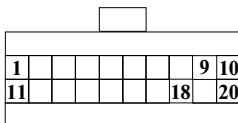

Рис. 5
**Внимание!** Если на автомобиле не установлен иммобилайзер АПС-4, то необходимо ввести перемычку между контактами "9" и "18" в разьеме для подключения блока иммобилайзера, расположенного под панелью приборов рядом с контроллером впрыска. Внешний вид разъема приведен на рис. 5.